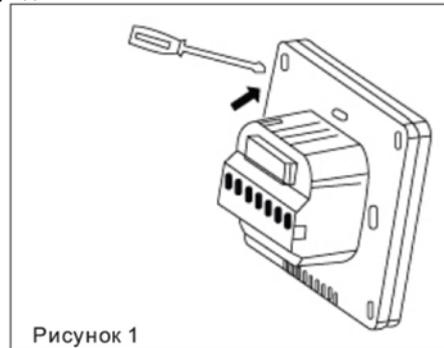

Рисунок 1
2. Отсоедините декоративную панель, вставив отвертку в монтажную щель сбоку и отжав фиксаторы (рис. 1).